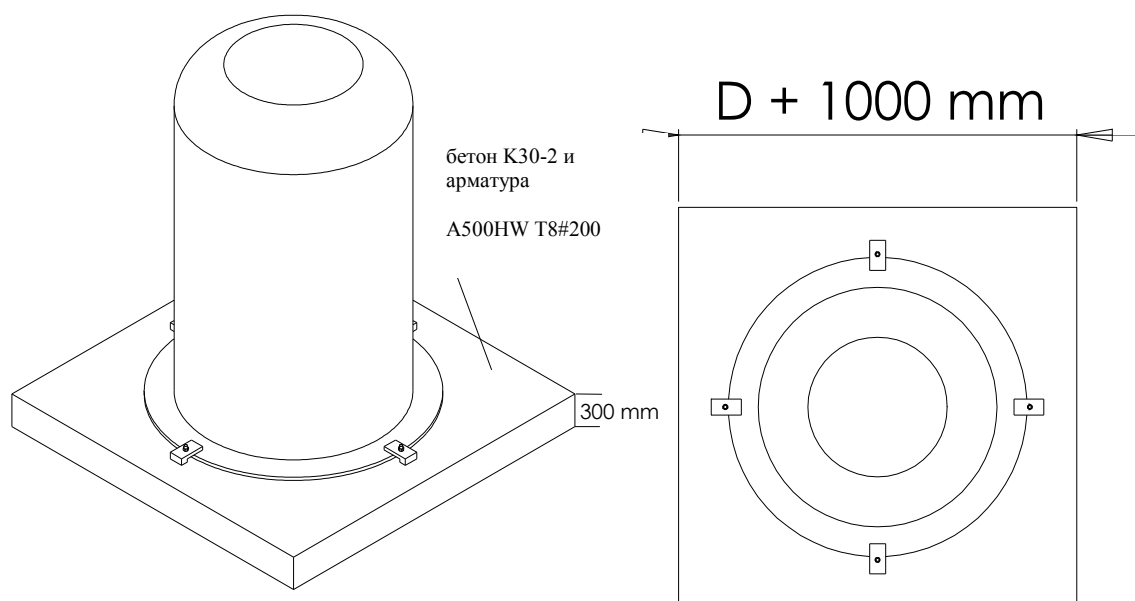

Рис. 4. Принцип анкерования колодца регулирующего поток.
1. Снимите емкость с поддона и установите в центре ж/б плиты (Рис. 4). Для устойчивости колодца залейте в него чистую воду до уровня промежуточной стенки.
1. Крепление колодца осуществляется на монтажной плите при помощи нивелирных отверстий на плите, крепежей и химической ампулы (KEMLA 20). Количество и расположение отверстий, крепежей и химических ампул зависят от типоразмера колодца (см. таблицу 1, Рис. 4).
2. Обозначьте, место расположения отверстий на монтажной плите. Просверлите в отверстия $\varnothing 25$ мм и 180 мм глубиной рядом с монтажным фланцем колодца регулирующего поток (Рис. 4). Отверстие, просверленное алмазным сверлом должно быть шероховатым. Во время анкерования котлован должен быть сухим.